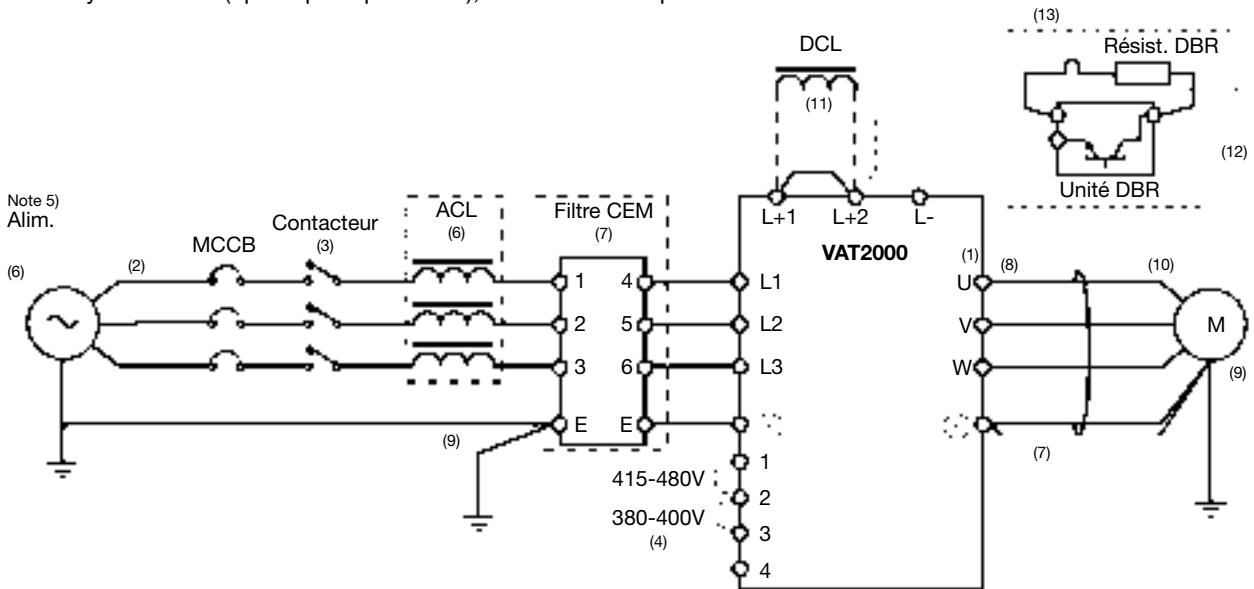

Fig. 2.4 Exemple de câblage du circuit principal
Voir Fig. 2-4 et câblez les circuits principaux pour l'alimentation et le moteur, etc.
Pour le câblage du circuit principal indiqué sur la Fig. 2-4, utilisez les câbles recommandés dans le tableau 2-1, comprenant un ensemble de sections de câbles, de cosses rondes et de couples de serrage. Les câbles applicables mentionnés dans le tableau 2-1 s'utilisent pour les puissances de couple constant ; pour le couple variable, sélectionnez le câble adapté à une puissance plus élevée mentionné dans la colonne de droite du tableau.
**(12) Unité DBR**
Lors de la connexion de l'unité DBR facultative, suivez la Fig. 2-4 (2) et connectez L+2 et L- pour les types 011L, 011H et supérieurs.